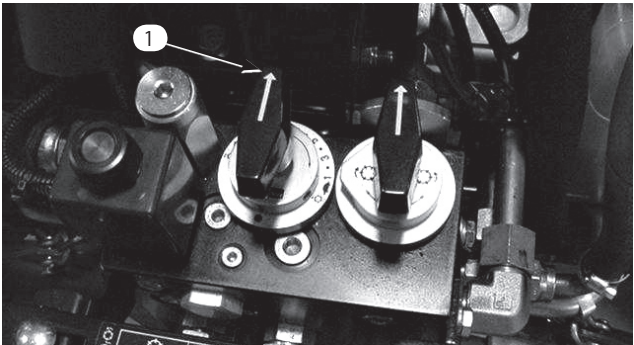

図36
- リール速度コントロールノブ (図36) をその番号にセットする。